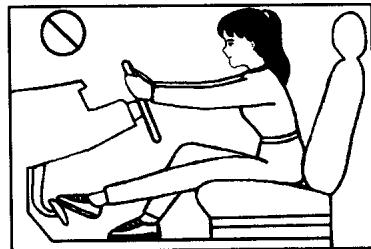

图 1-22
- 调整后的最佳位置应以左脚能将离合器踏板完全踏到底,膝盖稍微弯曲为宜,切忌将腿完全伸直(图 1-22);